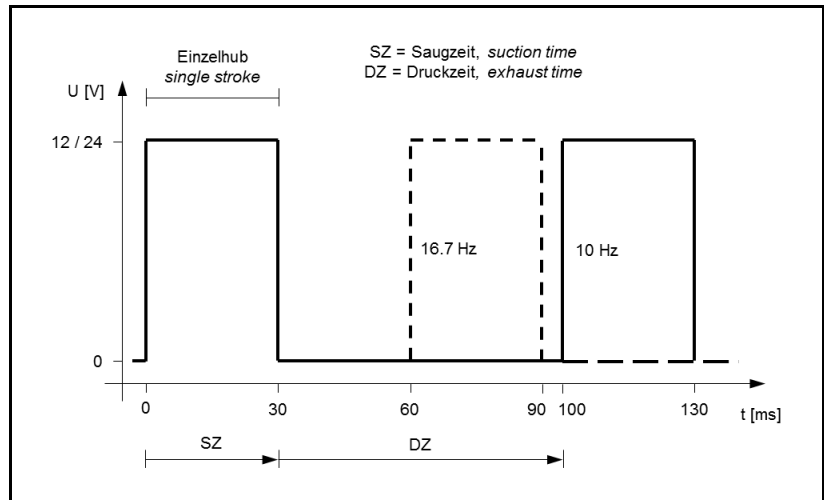

Fig. 7: Steuersignal (Impuls)
i Aus Gründen der Genauigkeit muss die Saug- resp. Bestromungszeit (SZ) konstant gehalten werden und die Hubfrequenz mit Hilfe der Druckzeit (DZ) angepasst werden (siehe Fig. 7).